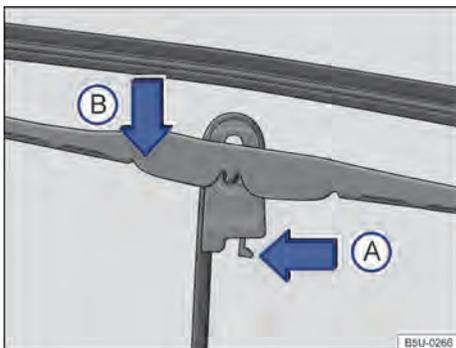

Fig. 131 Sustituir las escobillas limpiaparabrisas.
- Colocar la escobilla en posición perpendicular con respecto al brazo → fig. 131.
- Apretar el pestillo de seguridad en el sentido de la flecha (A).
- Desenganjar la escobilla en el sentido de la flecha (B), mover en el sentido opuesto al brazo del limpiaparabrisas y retirar en el sentido opuesto al de la flecha (B).